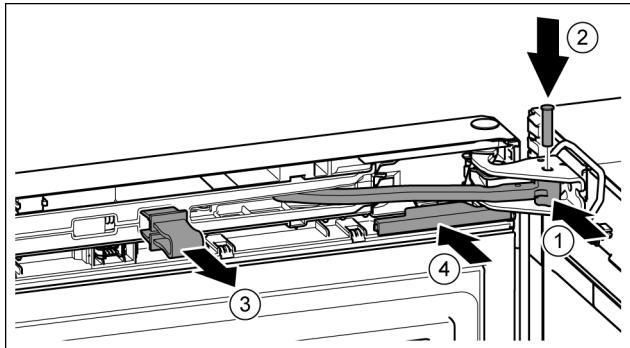

Fig. 22
► 铰链转入托架。Fig. 22 (1)
► 将螺栓插入托架和铰链。同时注意止动凸轮需正确地位于凹槽中。Fig. 22 (2)
► 取下保险装置。Fig. 22 (3)
► 插入盖板。Fig. 22 (4)